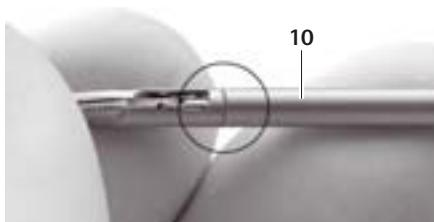

Fig. 7
- Assegurar que o tubo externo 10 está inserido até ao batente sobre o tubo interno 9, com o acessório instrumental 7 inserido nele, ver Fig. 7.